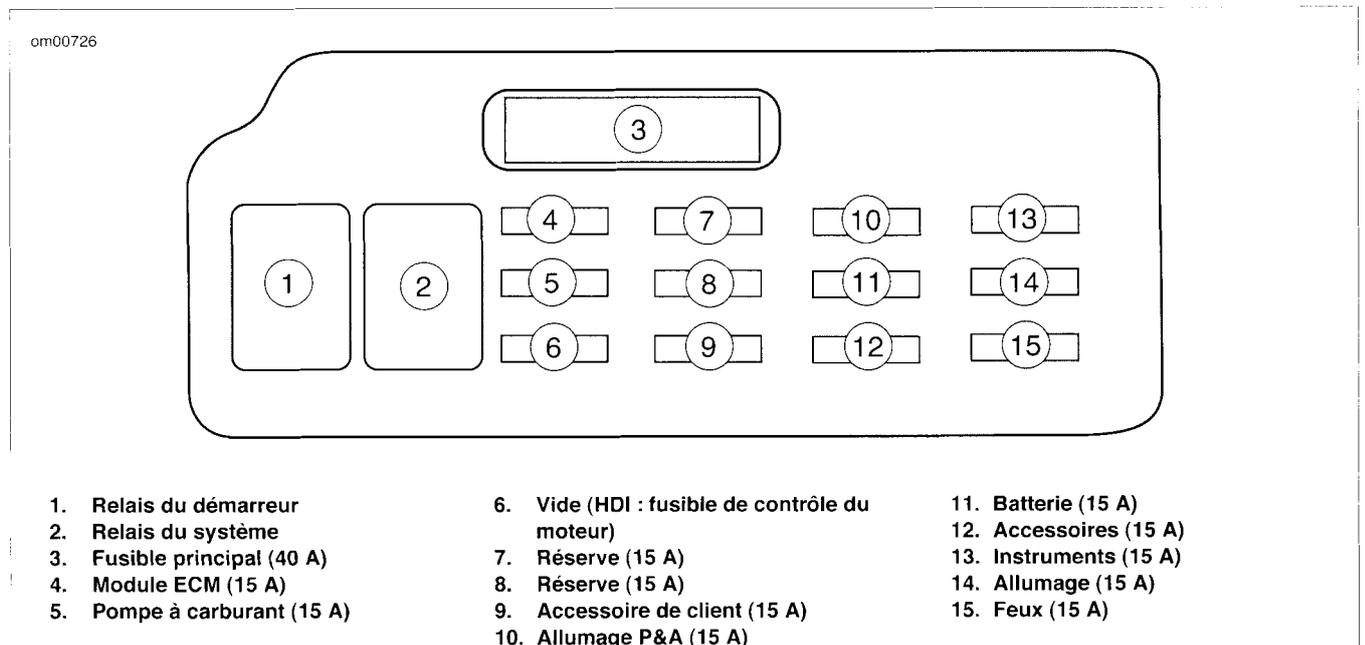

Figure 46. Bloc fusibles : modèles Dyna 2007
Voir la Figure 46. Le bloc fusibles est sous le couvercle de gauche de la moto, derrière le couvercle du panneau électrique. Ce bloc contient des fusibles remplaçables.
Voir la Figure 46. Des fusibles de réserve sont insérés dans les logements 7 et 8 du bloc fusibles. Les fusibles ATO de type automobile sont utilisés pour le remplacement.
3. Voir la Figure 46. Retirer le fusible et inspecter l'élément.